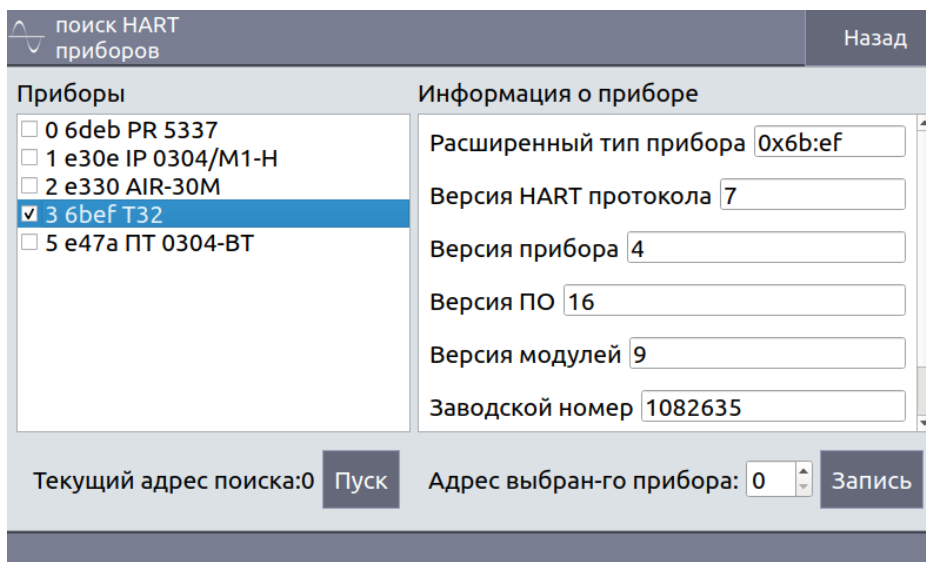

Рисунок 2.47
- в появившемся окне «Поиск HART устройств» (см. рисунок 2.47) выбрать нужный. (процедура поиска подключенных приборов по HART-протоколу описана в п. 2.12.2).
2.7.5.4 После выбора меню «Поиск HART приборов» на экране ИКСУ-3000 появляется подменю «Поиск HART приборов» (см. рисунок 2.47).
Найденные приборы отображаются в поле «Приборы» (см. рисунок 2.47).
Информация о выбранном приборе отображается в поле «Информация о приборе» (см. рисунок 2.47).